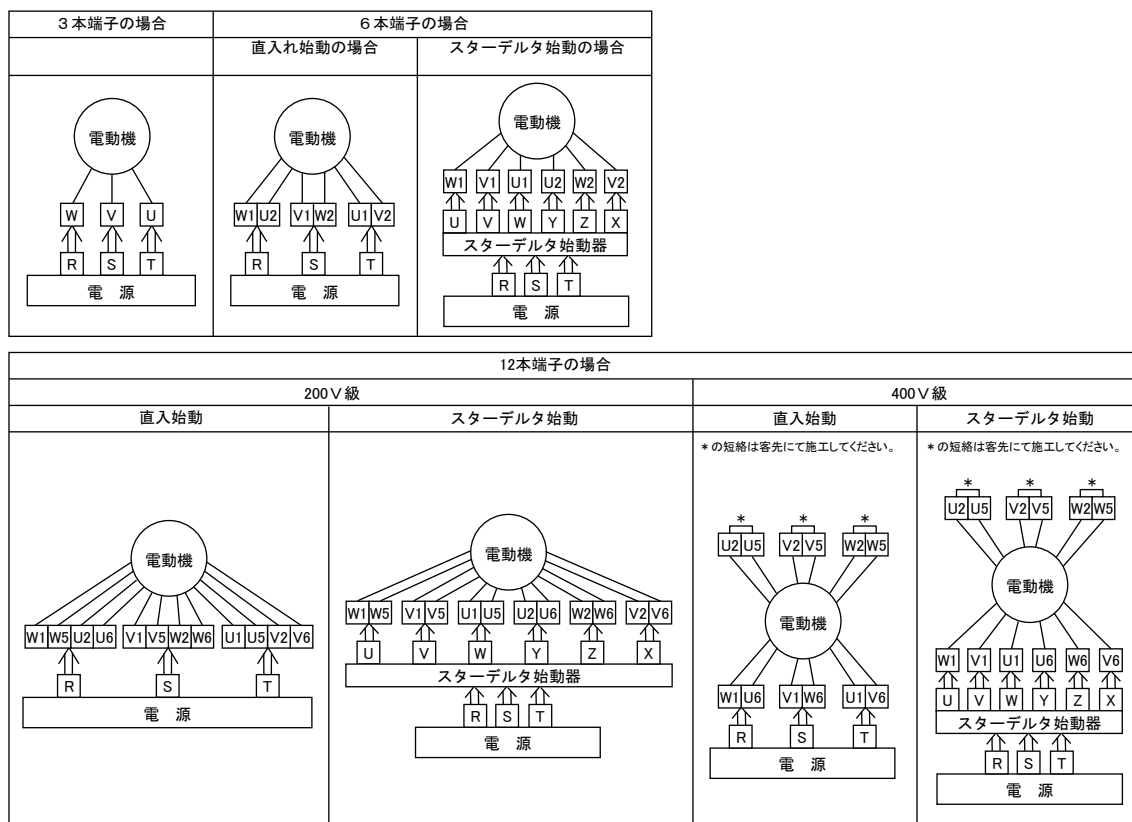

図 14 結線図（負荷側〈Vプーリ側〉から見て右回転の場合）
- (1) 配線は図14を見て行ってください。図14の電動機の回転方向は、負荷側（Vプーリ側）から見て、右回転です。（または、吸込側から見て羽根車が左回転です。）左回転の場合は図14の電源RとTを入替えてください。